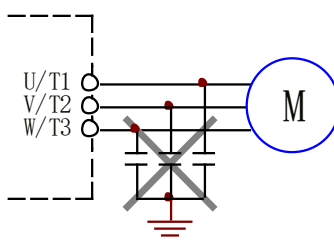

Рис. 4.16 Никогда не подключайте конденсатор на стороне выхода инвертора
- Никогда не подключайте конденсатор на выходе преобразователя, см. рис. 4.16.